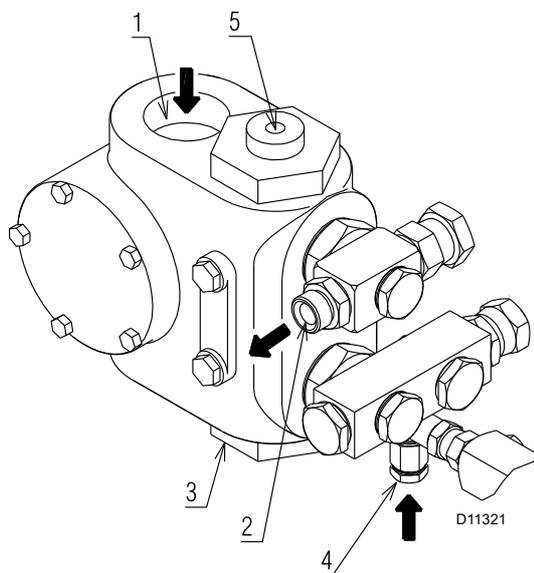

Fig. 21
Leyenda (Fig. 21)
- Para que la bomba (Fig. 21) pueda autocebarse, es indispensable aflojar el tornillo 4) para purgar el aire que pueda haber en el tubo de aspiración.
Si la bomba se ha vaciado, llenarla de combustible por el tapón del vacuómetro 4)(Fig. 21) antes de arrancarla, de otro modo quedará agarrotada.